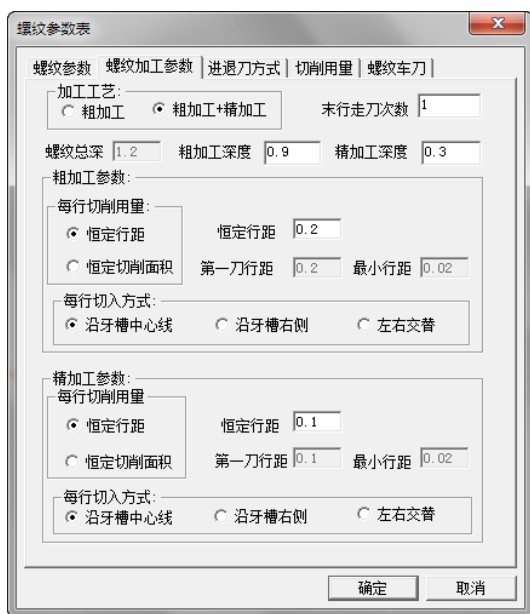

图 4-164 螺纹加工参数设定
3) 单击“螺纹加工参数”选项卡，设置具体参数，加工工艺：粗加工+精加工，其他参数如图 4-164 所示。